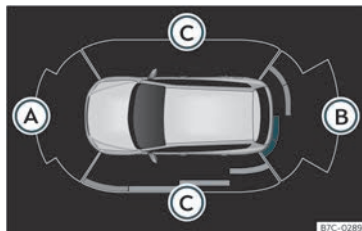

Fig. 183 Visualização do auxiliar de estacionamento no ecrã do sistema Infotainment.
Os para-choques têm sensores integrados. Quando detetam um obstáculo, indicam-no através de sinais sonoros e no sistema Infotainment»»» **Fig. 183**.
No caso de avaria de algum sensor traseiro, serão apenas apresentados os obstáculos na área (A)»» Fig. 183. No caso de avaria de algum sensor dianteiro, serão apenas apresentados os obstáculos na área (B). Apresenta-se o símbolo .